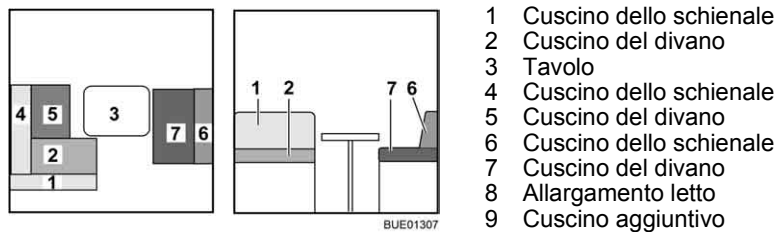

Fig. 158 Prima della trasformazione
- Trasformare il tavolo (Fig. 158,3) in struttura di supporto letto (vedi paragrafo 6.11).
- Rimuovere il cuscino dello schienale (Fig. 158,1) e riporlo.